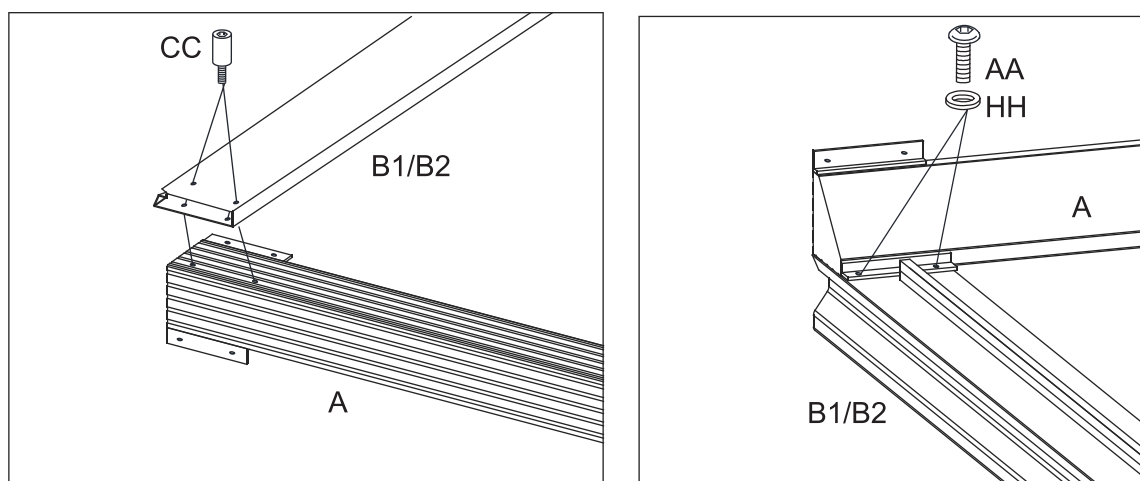

Figure 4.1
Figure 4.1. Fixez d'abord les longues traverses (B1/B2) à l'extrémité de la poutre de support en coin (A). Utilisez les boulons (CC) en premier et ensuite, poursuivez avec les boulons (AA) et les rondelles (HH). Assurez-vous d'avoir bien serré tous les boulons.